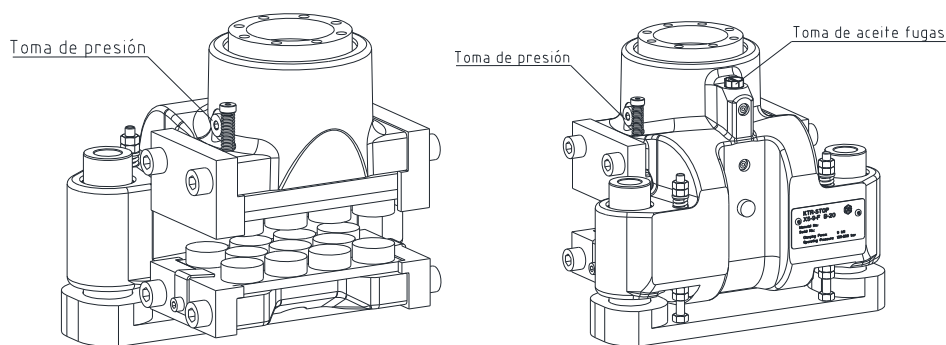

Figura 12: Tomas de los conductores de aceite de fuga/presión
- Asegure la tuerca con la contratuerca marcada con 2 en la figura 12.
- Conecte el circuito de aceite a presión en uno de las tomas de presión del freno (véase figura 12 y 13), para ello retirar primero el tornillo de cierre.
- Monte un puerto de ensayo Minimesse en la toma de presión para el purgado (véase figura 12 y 13). Para ello, retire el tornillo a mano. Vacíe el extremo del puerto de ensayo en un depósito adecuado.
- Conecte la toma de aceite de fugas (véase figura 12 y 13). Para ello, retire el tapón a mano.
- Conecte la línea de aceite en una de las tomas de presión del freno (véase figura 12, 14 y 15), para ello retire primero el tornillo de cierre.
- Conecte la toma de aceite de fugas (véase figura 12, 14 y 15). Para ello, retire el tapón a mano.
Si decide retirar también el puerto de ensayo minimess (véase figura 12 a 15), no olvide cerrar la toma de presión mediante el tornillo (componente 1.13).
- Retire el tapón roscado situado en la posición más elevada (componente 1.13) (véase figura 12 y 15).